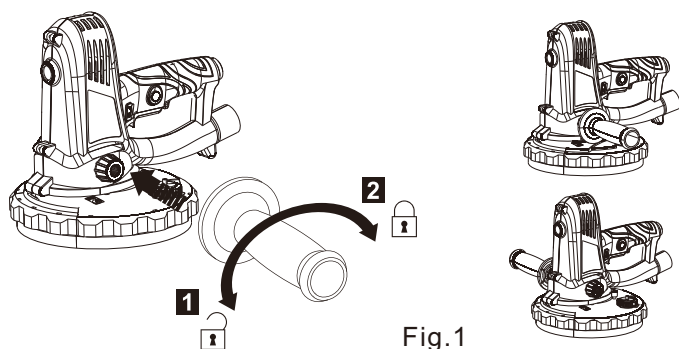

Fig. 1
1. Enrosque la empuñadura auxiliar (9) en sentido horario en uno de los orificios de montaje (9a) (Fig. 1)
2. Verifique que la empuñadura auxiliar (9) está firmemente sujeta.